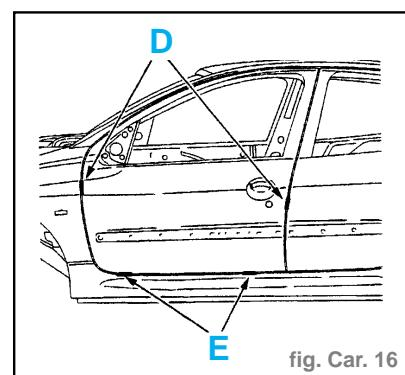

fig. Car. 16
- Fermer la porte et contrôler les jeux (fig. Car. 16) :
- hauteur (E) = **5 ± 2 mm**
- jeux (D) = **$5 \pm 1,5$ mm**